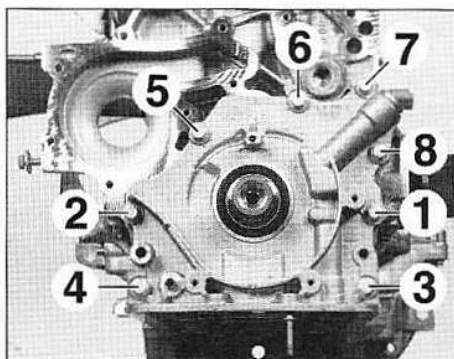

FIG.14
- Serrer les vis (10) dans l'ordre préconisé (Fig.14).